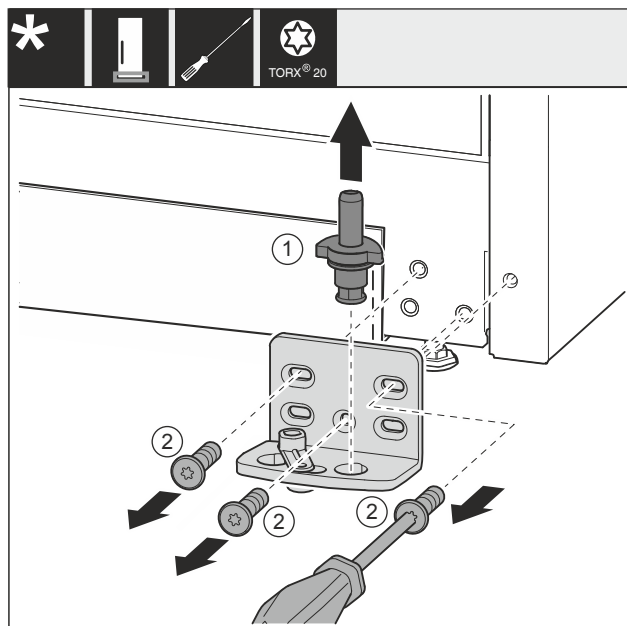

Fig. 33 *
- ▶ Húzza ki teljesen a csapszeget Fig. 33 (1) felfelé.*
- ▶ Tekerje ki a csavarokat Fig. 33 (2) csavarhúzóval, és vegye le a csapágybakot.*